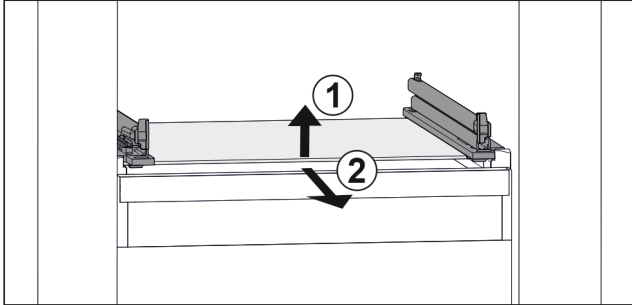

Fig. 77 Representación de la placa de vidrio a modo de ejemplo
- ▶ Levante la placa de vidrio por delante. Fig. 77 (1)
- ▶ Retire la placa de vidrio hacia delante. Fig. 77 (2)